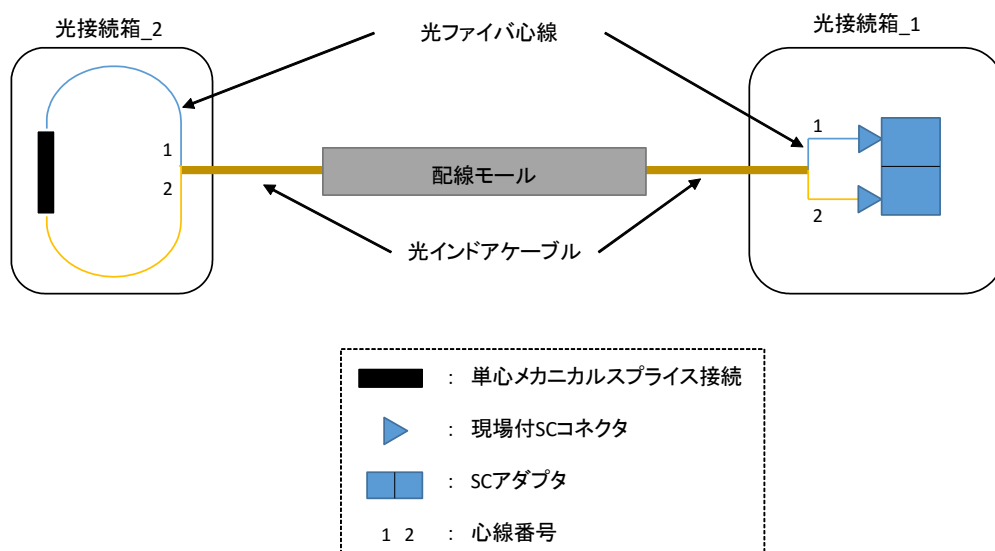

図 2 光ファイバ心線接続図
- ・ 光接続箱_1 で、光インドアケーブル端を約1m口出し、図2に従ってSCコネクタを成端シアダプタに接続すること。アダプタは所定の場所に固定する。
- ・ 光接続箱_2 で、光インドアケーブル端を約1m口出し、図2に従って心線を接続し収納する。